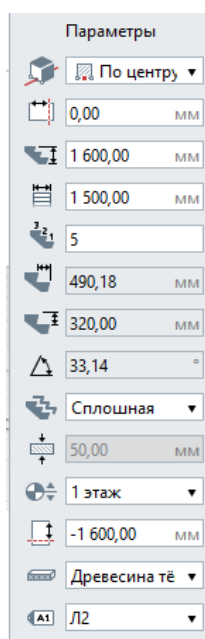

Рис. 5 Параметры лестницы
2. Разместим рабочую плоскость на **уровне 1 этажа** и поставим лестницу, используя уже известные нам способы. В **Параметрах** указываем (рис. 5)